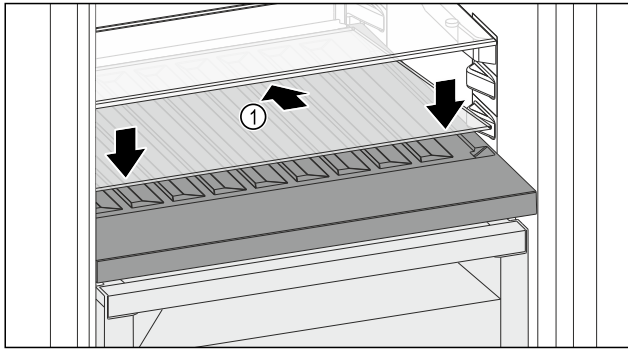

Fig. 88
- ▶ 向后下方倾斜放置玻璃隔板 Fig. 88 (1)。
- ▶ 放低玻璃隔板 Fig. 88 (1) 前部。